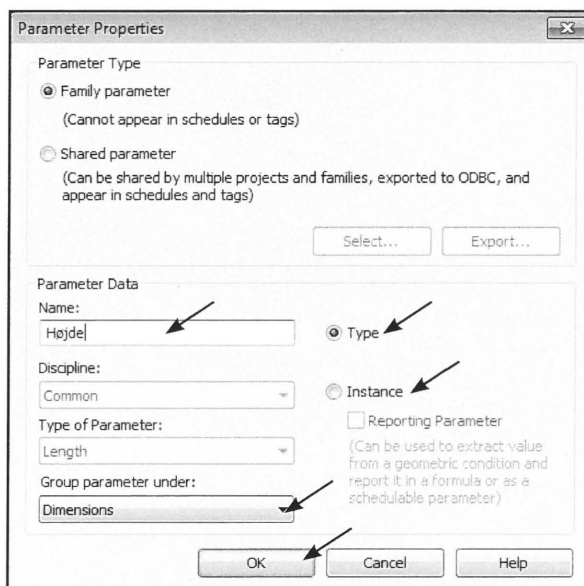

Fig. 06.06. Parameter Properties.
- Skriv et navn i feltet ved *Name* (Fig. 06.06), dette kunne eksempelvis være *Højde*.
I bunden skal vi tage stilling til, hvor *Parametren* skal placeres, i forhold til hvilken kategori den har (*Group parameter under*). Dette har ikke anden betydning, end når du får familien ind i projektet og skal anvende parametrene, er det godt at have dem grupperet under deres funktion. Vi lader den stå på *Dimensions* (Fig. 06.06).
Derudover skal vi tage stilling til om parameteren skal være en *Type* eller en *Instance Parameter* (Fig. 06.06). Dette er vigtigt at tage stilling til, hver gang man opretter en ny *Parameter*.
- Vi vælger *Type* og klikker *OK* (Fig. 06.06),